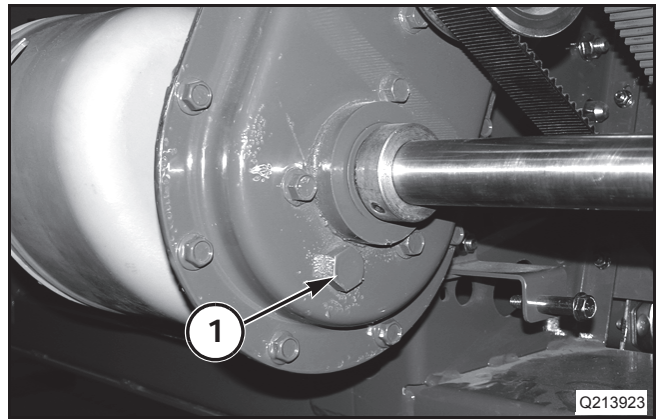

FIG. 18
FIG. 18: El tapón de llenado de la transmisión de accionamiento del draper central (1) está localizado en el lado izquierdo de la transmisión de accionamiento central del draper.